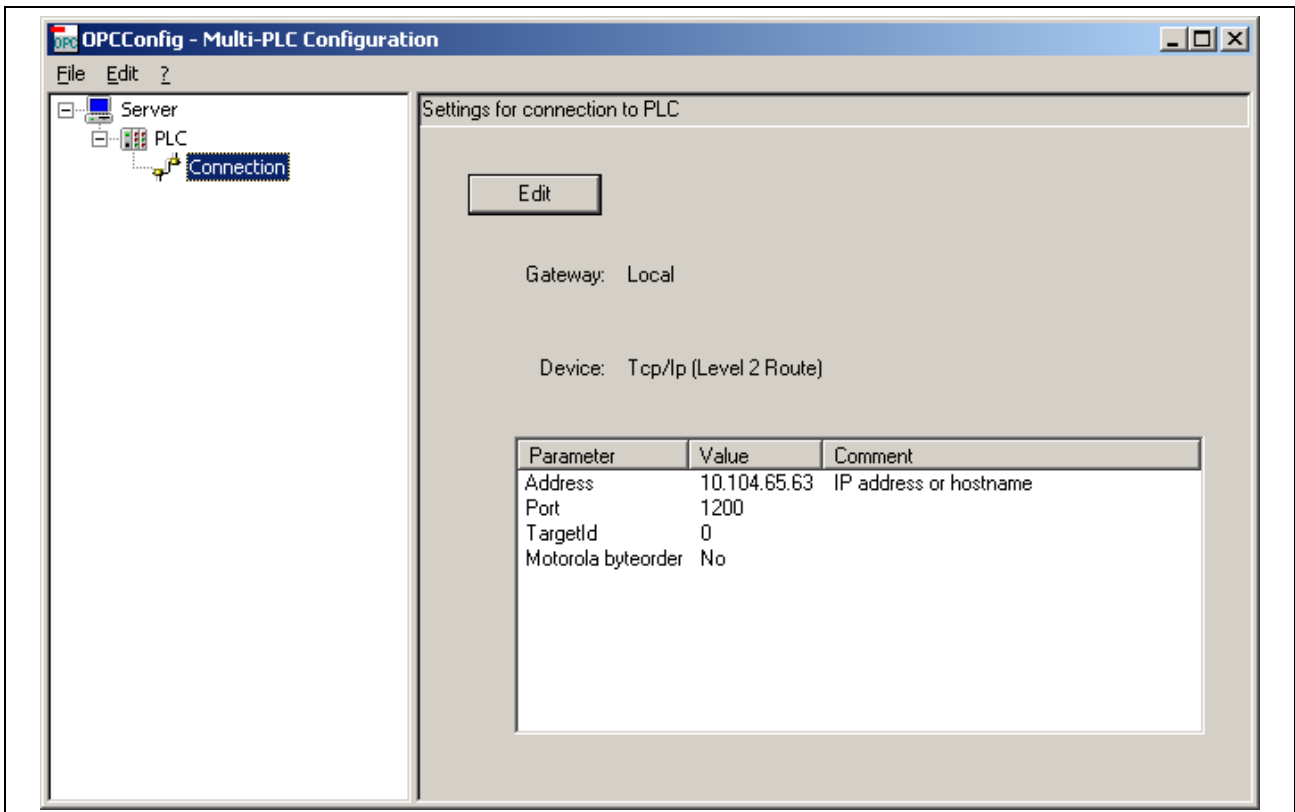

Fig. 3-45: OPC Configurator
- Fig. 3-45: OPC Configurator 3-43